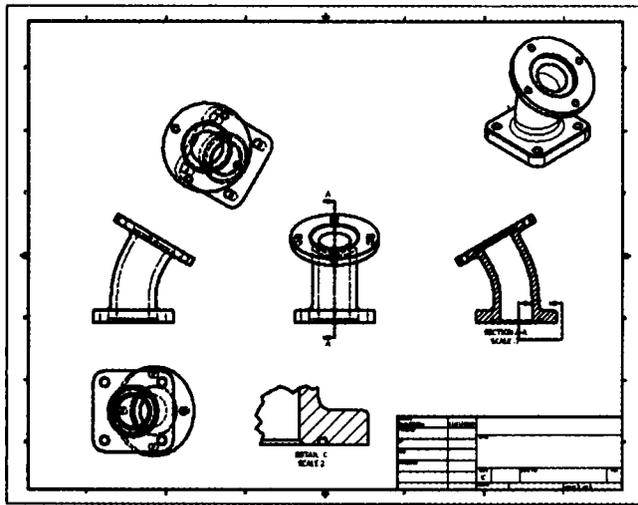

Рис. 2.12. Выносной вид может быть перемещен куда угодно
4. Поместите выносной вид слева от основной надписи, как показано на рис. 2.12.